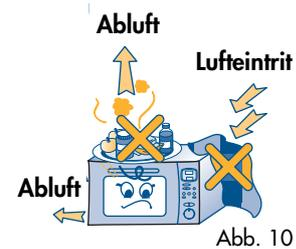

Abb. 10
- 6) Decken Sie die Zuluftöffnungen nicht ab. Stellen Sie vor allen Dingen nichts auf das Gerät und achten Sie darauf, daß die Abluft- und Dampfabzugsschlitze (an der Ober-, Unter- sowie Rückseite des Gerätes) **IMMER FREI** sind (Abb. 10).
- 7) Positionieren Sie die Halterung (I) in die Mitte der runden Aufnahme und setzen Sie den Drehteller (H) darauf. Der Stift (D) muß in der entsprechenden Stelle in der Mitte des Drehtellers einrasten.